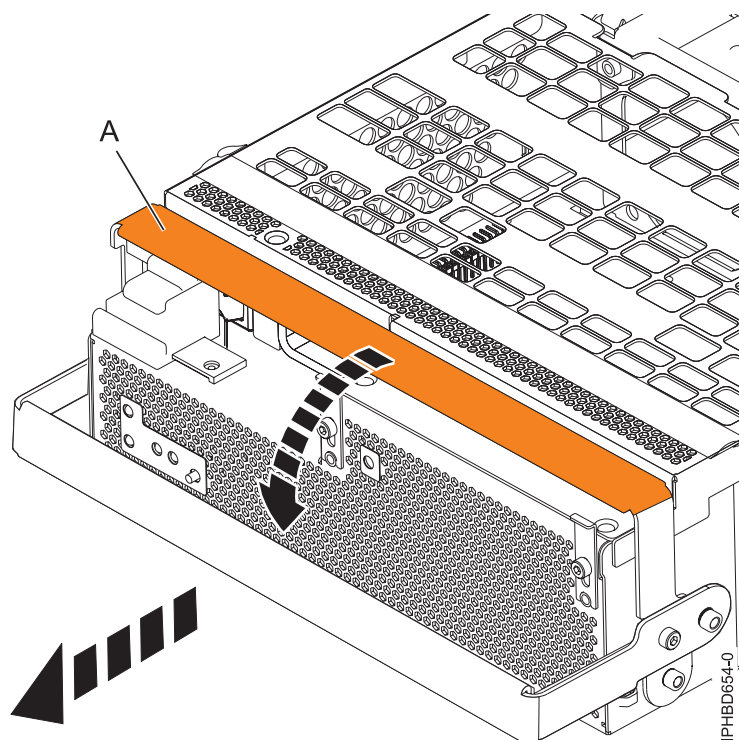

Figure 7. Retrait d'une alimentation électrique
8. Tournez la poignée de verrouillage de l'alimentation électrique (**A**) en position ouverte comme indiqué à la figure 7. Retirez l'alimentation électrique de l'unité d'extension.